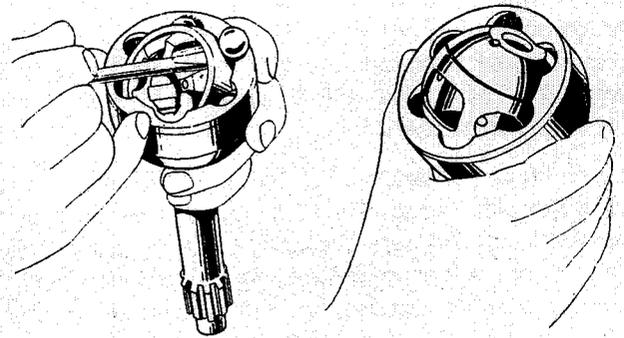

Fig. 197 Zerlegen des Rzeppa - Gelenkes
In der Produktion werden Bendix-Kreuzgelenke, dargestellt in Fig. 195, und Rzeppa - Kreuzgelenke, dargestellt in Fig. 197 und 198, verwendet.
3. Drücke den inneren Lagerring und Käfig an mehreren Stellen hinunter, bis die Kugeln mit Hilfe eines Schraubenziehers, Fig. 197, herausgedrückt werden können.